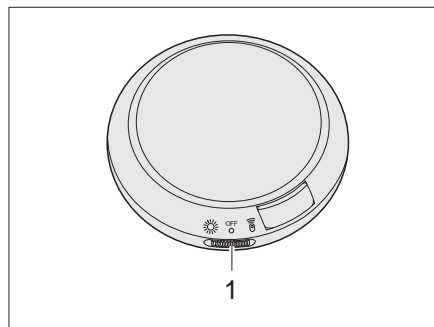

Fig. 109 Lámpara en el techo elevable
- Empujar el interruptor (Fig. 109,1) a la izquierda.
- Empujar el interruptor (Fig. 109,1) al centro.
- Empujar el interruptor (Fig. 109,1) a la derecha.